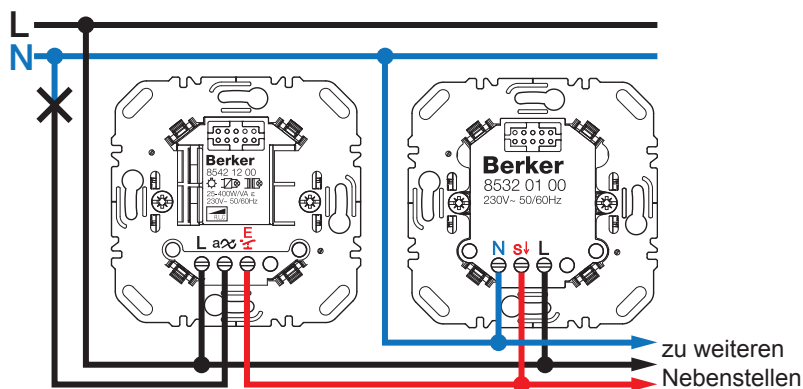

Bild 2: Universal Dimm- oder Schalteinsatz mit Bewegungsmelder Nebenstelle
- Bewegungsmelder Nebenstelle gemäß Anschlussplan (Bild 2 oder 3) anschließen.